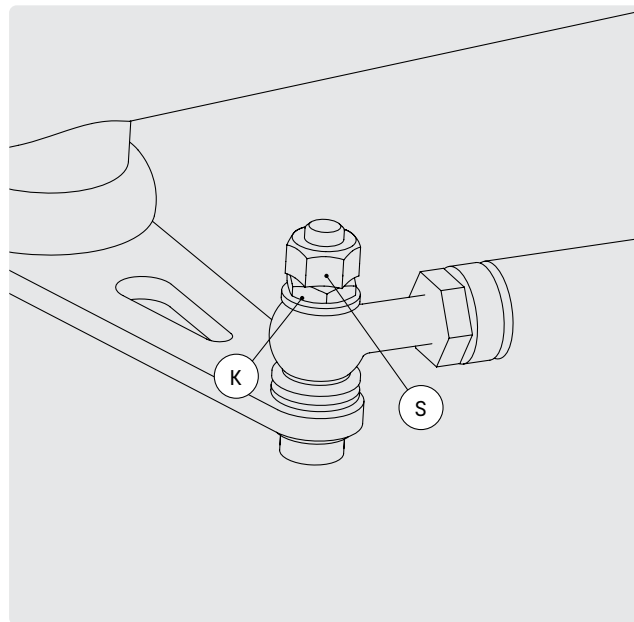

FIG. 33
- Si vous préférez une direction un peu plus dure, resserrez davantage l'écrou plat K de la tringlerie de direction (Fig. 33). À cet effet, vous devez d'abord retirer l'écrou autobloquant S.